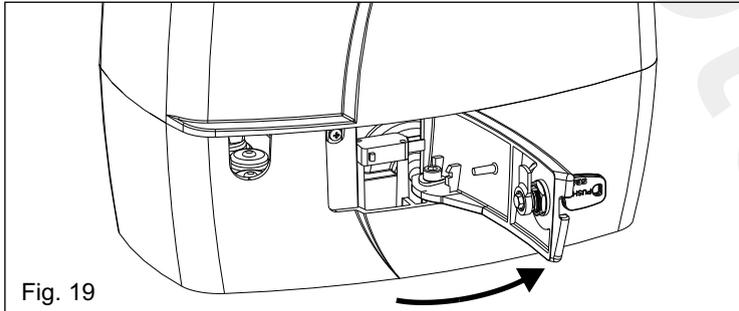

Fig. 19
- Tirar la palanca de desbloqueo hasta el golpe, 90° alrededor (Fig. 19).